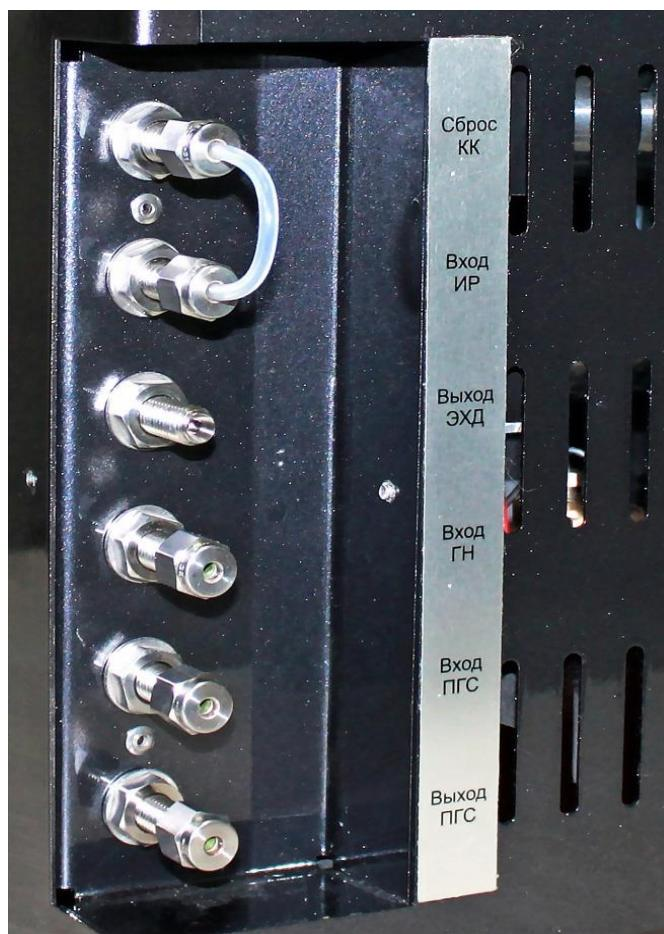

Рис. 7. Газовые вводы(выводы) хроматографа
2.3.4 К хроматографу подключаются газ-носитель с постоянным давлением в пределах от 0,15 до 0,5 МПа. Баллон с ПГС и линия его для отвода подключаются при градуировке прибора. Анализируемый газ подключается вместо ПГС на его вход. Обозначения газовых вводов приведены на рис. 7: